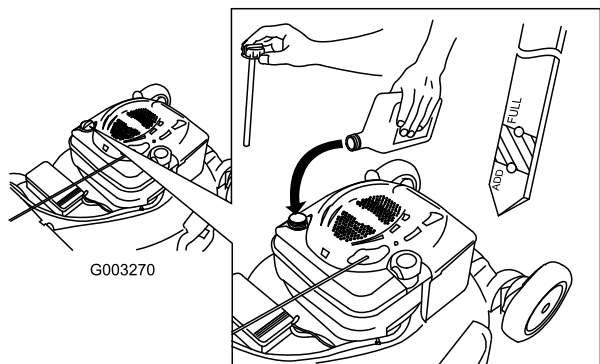

Figure 8
1. Retirez la jauge (Figure 8).
2. Versez de l'huile **lentement** dans le goulot de remplissage pour faire monter le niveau de liquide jusqu'au repère du plein (Full) sur la jauge (Figure 8). **Ne remplissez pas excessivement.** (Remplissage max. : 0,59 l (20 oz), type : huile détergente SAE 30W de classe de service API SF, SG, SH, SJ, SL ou supérieure.)